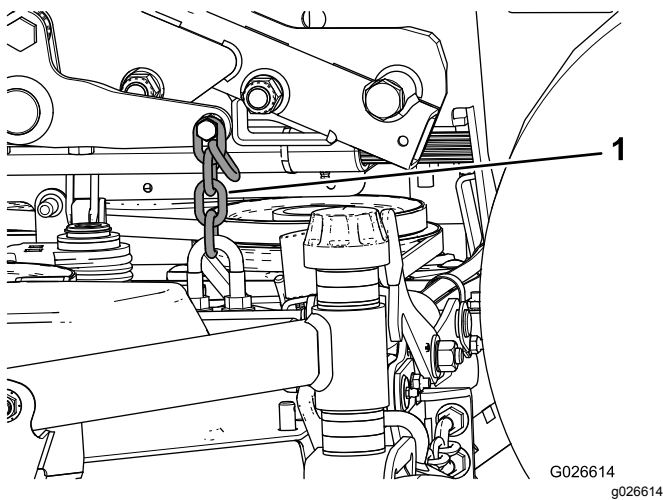

図 18
- B. 左後昇降チェーンを、昇降ブラケットの **外側** に取り付けるボルト1本とナット2個を使用する 図 18